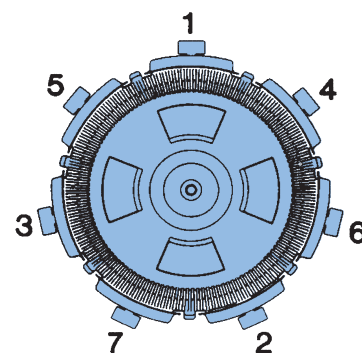

Fig. 4 S7M120
5. Afin de répartir les contraintes, desserrer les vis des fermetures (suivre l'ordre indiqué par les Fig. 4 & 5) et enlever les étriers.
6. Se reporter aux Fig. 4 & 5 pour connaître l'ordre de serrage qu'il y a lieu de respecter, procéder au serrage manuellement et fermement.